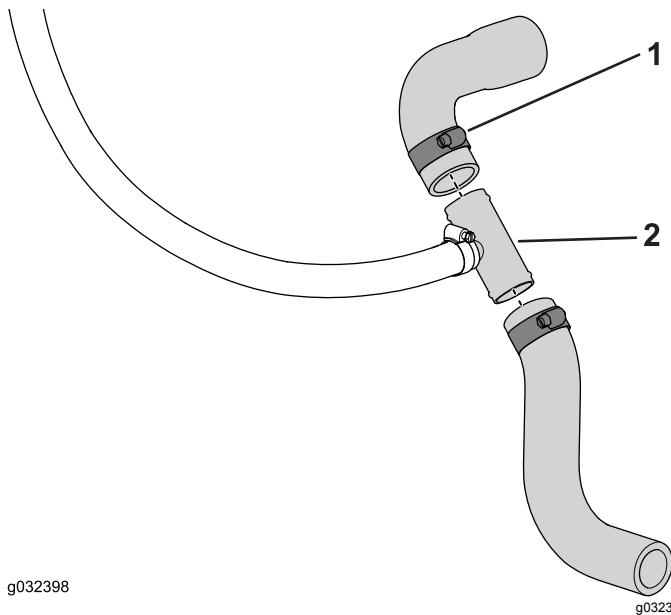

Рисунок 11
- Наденьте отрезанные концы на тройник и закрепите шланговыми хомутами (от  $\frac{3}{4}$  до  $1\frac{1}{2}$  дюйма), как показано на Рисунок 11.